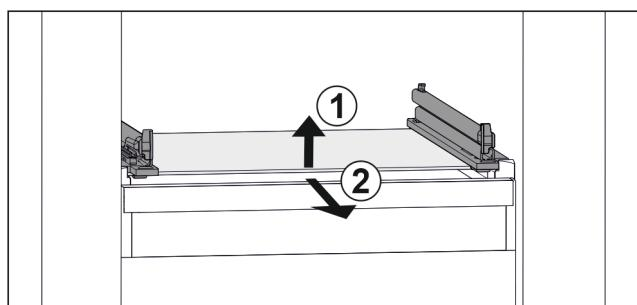

Fig. 106 Примерно изображение на стъклената плоча
- Повдигнете стъклената плоча отпред. Fig. 106 (1)
- Извадете стъклената плоча напред. Fig. 106 (2)